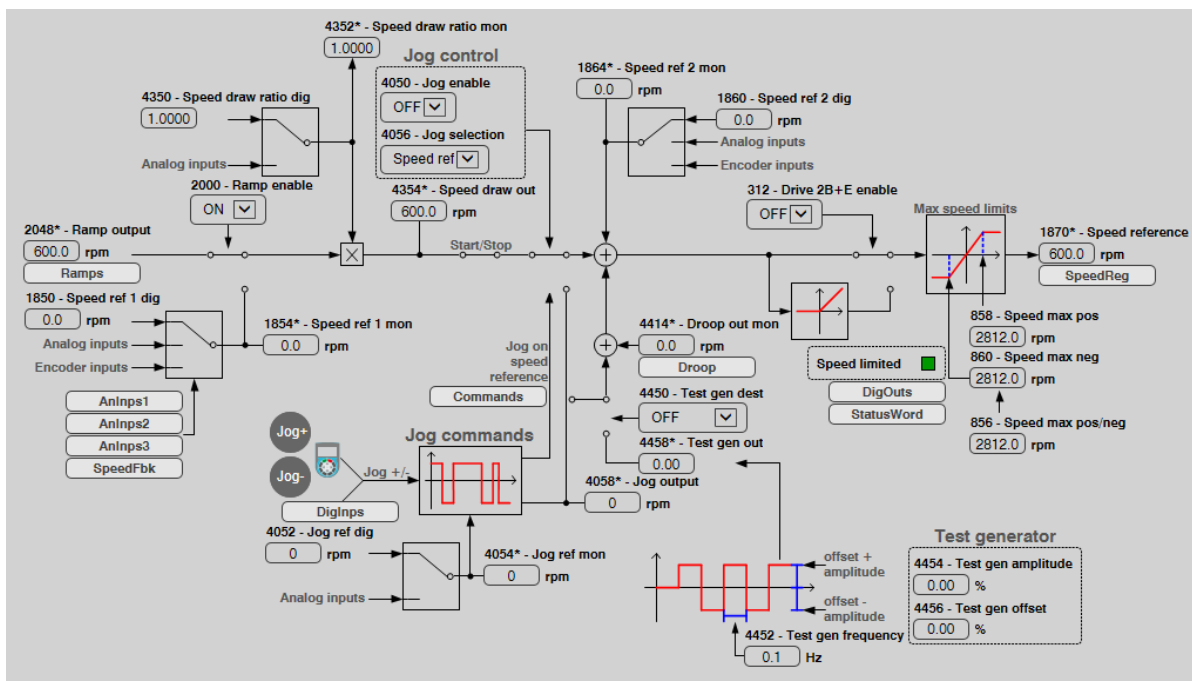

Figura 6-15: Schema generale dei riferimenti di velocità (Speed Reference diagram)
Il parametro **1870-Speed reference** (menù **MONITOR**) rappresenta il riferimento di velocità complessivo in ingresso al regolatore di velocità **PI** (menù **SPEED REG**). Solo in condizioni di rampa disabilitata (IPA 2048-Ramp enable = OFF) equivale alla somma dei due riferimenti di velocità (**Speed ref 1 mon + Speed ref 2 mon**), dopo l'abilitazione e l'applicazione del comando di **Start**, sebbene altri parametri applicabili in cascata possano determinare l'entità ed il segno del riferimento, come risulta dallo schema (vedi figura 6-15), tra cui: